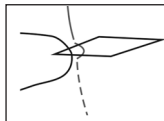

Abb. 6
- a) Schieben Sie die Drahtschleife der Einfädelhilfe unter den letzten Stich. (siehe Abb. 6)